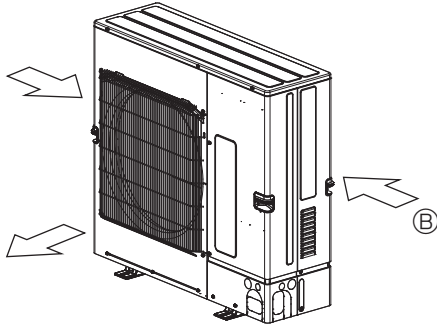

Fig. 2-6
- ③ Cihazın konumunu, mümkünse, hava çıkışından gelen havanın, mevsimsel rüzgarlarının yönüne dik gelmesini sağlayacak şekilde seçin. (Fig. 2-6)
- ④ Hava koruma kılavuzu
⑤ Rüzgarın yönü